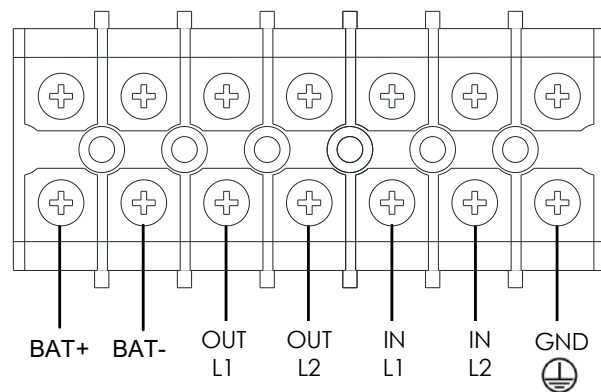

FIGURA. 2.16. BLOQUE DE TERMINALES (MÓDULO UPS 6/10 kVA)
1. Abra la tapa del bloque de terminales ubicada en el panel posterior del módulo UPS, y el módulo de transformador, consulte el diagrama de la figura 2.16 y figura 2.17.